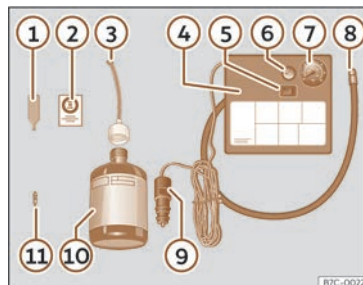

**Fig. 31** Représentation standard : contenu du kit anti-crevaisson.
Le kit anti-crevaisson se trouve dans le coffre à bagages, sous le revêtement de plancher. Il inclut les composants suivants»» **fig. 31** :
- Dévissez le capuchon et l'obus de la valve du pneu. Utilisez l'appareil»» **fig. 31** ① pour extraire l'obus. Placez-le sur une surface propre.
- Agitez fortement la bouteille de produit de colmatage des pneus»» **fig. 31** ⑩.
- Vissez le tuyau de gonflage»» **fig. 31** ③ sur la bouteille de produit de colmatage. Le plombage du goulot de la bouteille est automatiquement percé.
- Retirez le bouchon du tuyau de remplissage»» **fig. 31 ③**, puis vissez l'extrémité ouverte du tuyau sur la valve du pneu.
- Placez de nouveau l'obus de valve sur la valve du pneu avec l'outil»» **fig. 31 ④**.
- Vissez le tuyau de gonflage du pneu du compresseur»» **fig. 31 ⑧** sur la valve du pneu.
- Vérifiez si la vis d'évacuation d'air est serrée»» **fig. 31 ⑥**.
- Branchez le connecteur»» **fig. 31 ⑨** à une prise de courant de 12 volts du véhicule »» page 156.
- Raccordez le compresseur d'air au commutateur ON/OFF»» **fig. 31 ⑤**.
- Collez l'autocollant»» **fig. 31 ②** sur le combiné d'instruments, dans le champ de vision du conducteur.
Revissez le tuyau de gonflage»» **fig. 31 ⑤** et vérifiez la pression du manomètre **⑥**.